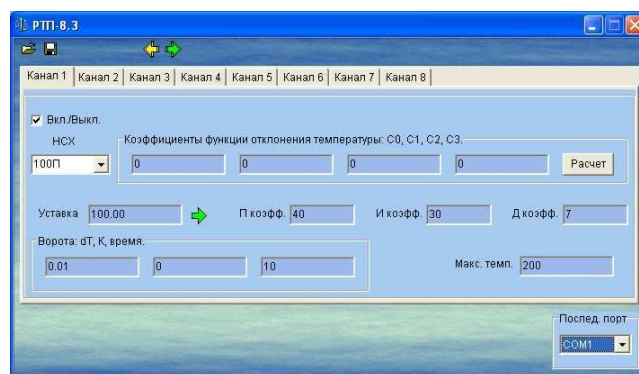

Рис. 4.
8.1. Управляющая программа предназначена для настройки РТП-8.3: включения/выключения каналов, выбора ТС или ТП, калибровки, ввода ПИД коэффициентов регулирования, ввода критериев выхода на уставку и др. После запуска управляющей программы и загрузки настроек из файла на дисплее компьютера появится картинка аналогичная Рис. 4. Каждому из каналов соответствует своя закладка в программе.